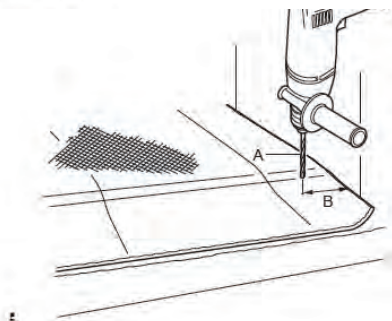

Bild 8: Mätning och borming.
4. Borra hål (Ø 6,5 mm eller 7 mm A i Bild 8) 50 mm (B i Bild 8) från kanten på båsradens kortsida.